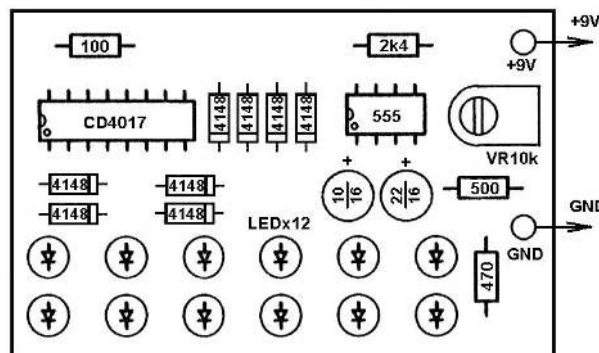

Рис.3 Монтажная схема
3. Установите все детали согласно **рис.3**: сначала резисторы R1...R4, диоды D1...D8, подстроечный резистор VR1, колодки для микросхем DD1 и DD2, а затем светодиоды LED1...LED12, конденсаторы C1, C2 и штыревые контакты для подключения клемм питания.